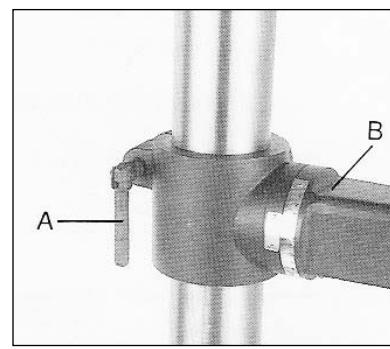

Рис. 2
Прикрутите рукоятку фиксации стола (A, Рис. 2) к кронштейну (B).